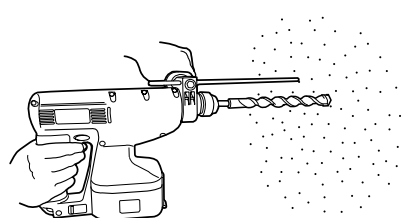

Fig. 13
- (1) Monter le foret de perçage.
- (2) Tirer l'interrupteur de déclenchement après avoir appliqué la pointe du foret sur la position de perçage désirée. (Fig. 13)
- (3) Il n'est pas du tout nécessaire d'appliquer une forte pression sur le marteau rotatif. Il suffit d'appliquer une légère pression de manière à ce que la poussière et les éclats soient déchargés progressivement.
- **Quand le foret de perçage touche une poutre en fer, la mèche s'arrête immédiatement et la perceuse réagit en tournant. Par conséquent, tenir fermement la poignée principale et la poignée latérale, comme indiqué à la Fig. 13.**